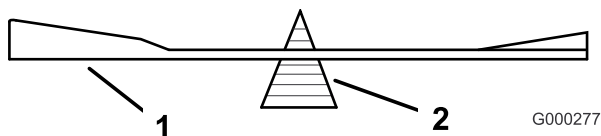

Figura 82
2. Verifique el equilibrio de la cuchilla colocándola sobre un equilibrador de cuchillas (Figura 82). Si la cuchilla se mantiene horizontal, está equilibrada y puede utilizarse. Si la cuchilla no está equilibrada, rebaje algo el metal en la parte de la vela solamente (Figura 80). Repita este procedimiento hasta que la cuchilla esté equilibrada.